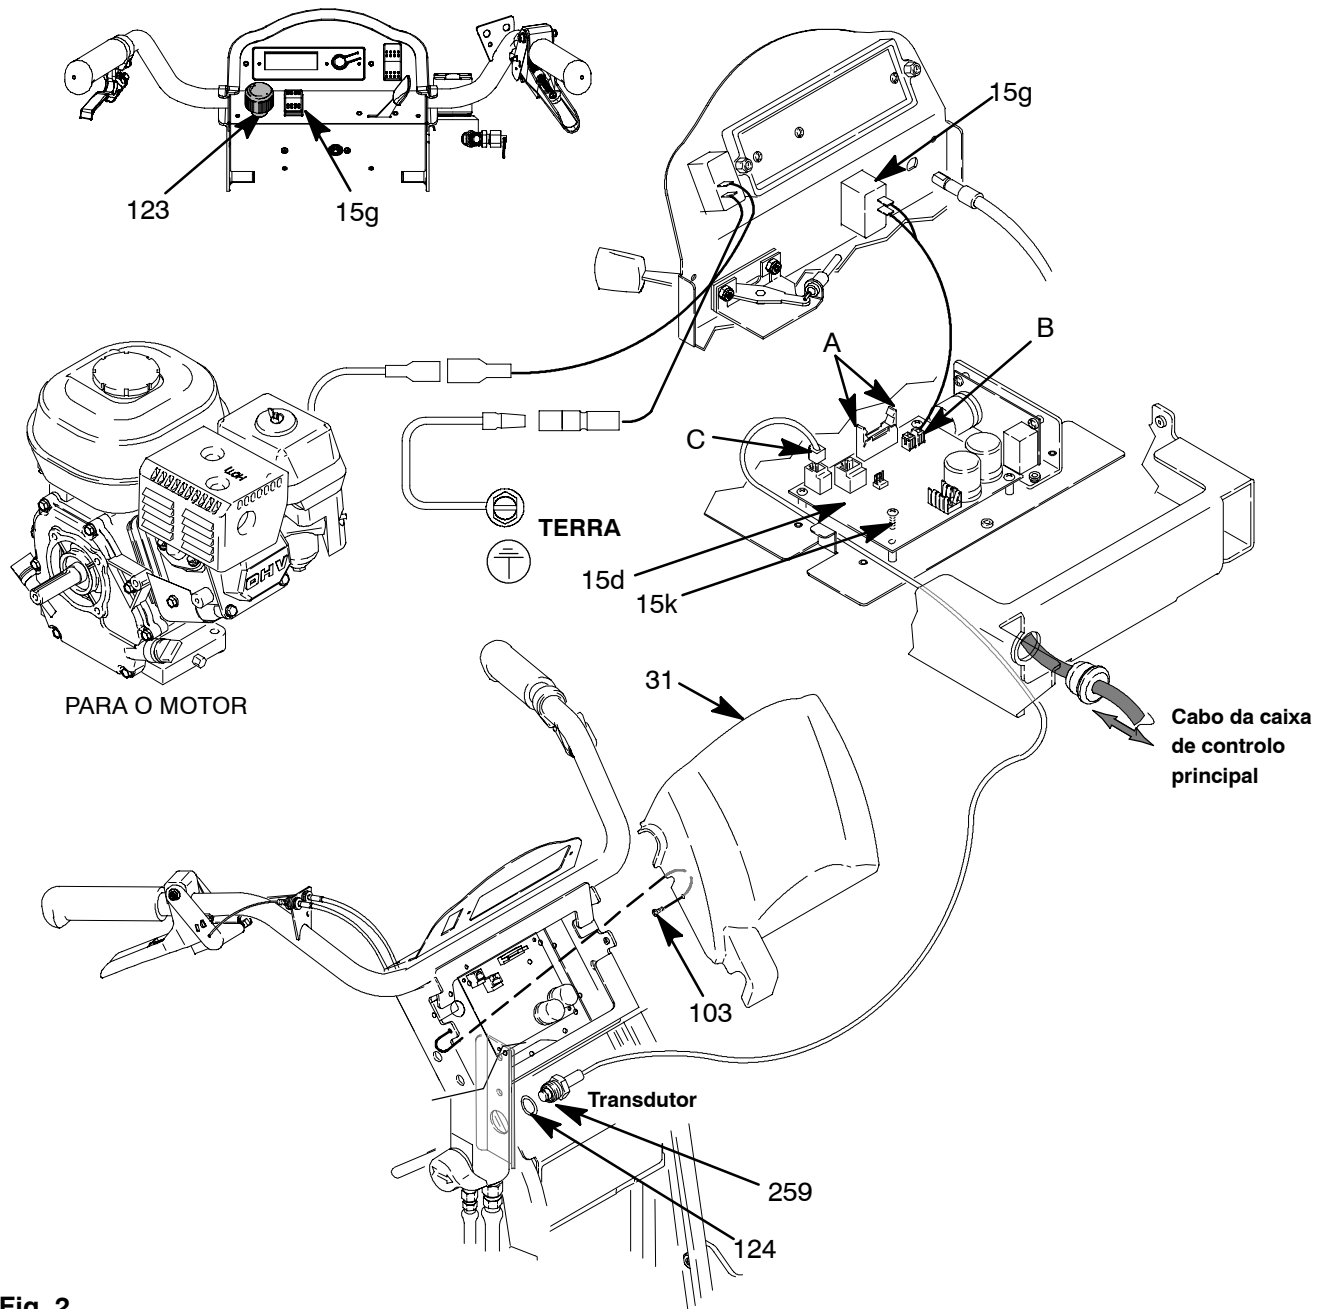

Fig. 2
2. Fig. 2. Retire os dois parafusos (103) e a tampa (31).
3. Puxe e abra as patilhas do conector do visor (A) na placa de circuitos impressos e retire o conector do visor.
4. Desligue o conector (B) do interruptor de ligar/desligar (ON/OFF) da placa de circuitos impressos.
1. Fig. 2. Instale o novo interruptor de ligar/desligar (ON/OFF) (15g), para que as patilhas deste encaixem no compartimento do regulador da pressão.
2. Ligue o conector (B) do interruptor de ligar/desligar (ON/OFF) da bomba à placa de circuitos impressos.
3. Insira o conector do visor na placa de circuitos impressos e bloqueie as respectivas patilhas (A) na placa de circuitos impressos.
4. Instale a tampa (31) com dois parafusos (103).
1. Fig. 2. Instale o painel de controlo (15d) e os quatro parafusos (15k).
3. Desligue o fio do transdutor (C) do painel de controlo (15d).
4. Retire o transdutor do regulador da pressão (259) e o anel em O (124) da caixa do filtro.
1. Fig. 2. Instale o anel em O (124) e o transdutor do regulador da pressão (259) na caixa do filtro. Utilize um binário de aperto de 35 - 45 pés - lbs.
2. Ligue o fio do transdutor (C) ao painel de controlo do motor (15d).
3. Instale a tampa (31) com dois parafusos (103).